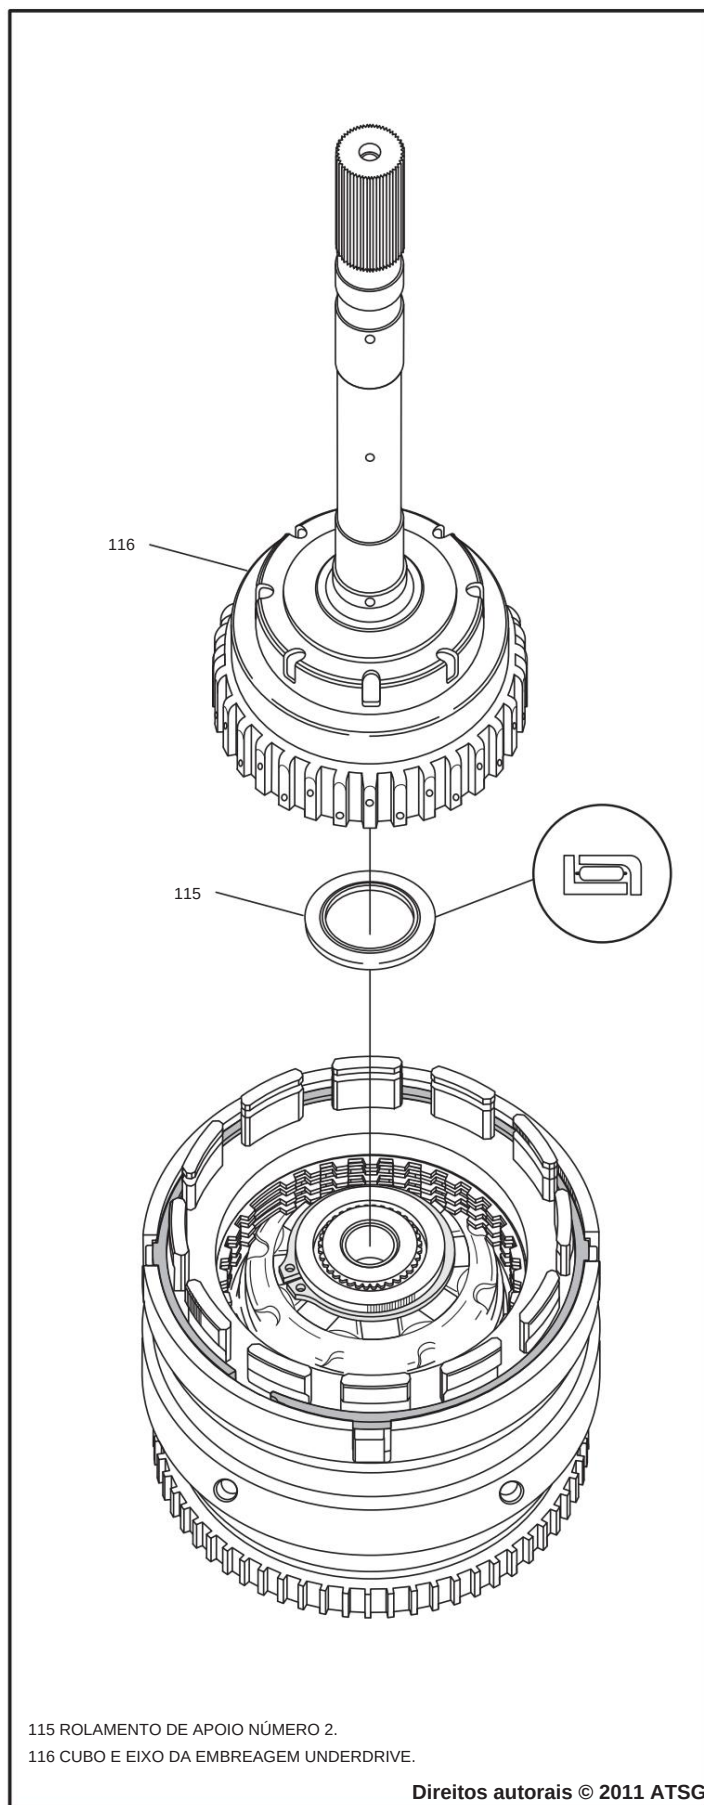

Figura 104
42. Instale o rolamento de encosto número 2 no cubo e eixo da embreagem underdrive, na direção mostrada na Figura 104, e fixe com TransJel®.